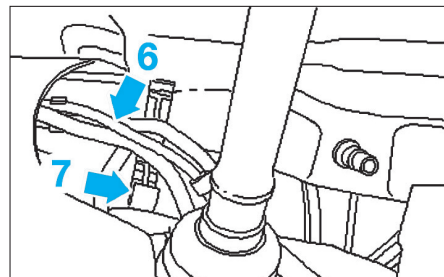

FIG. 116
- Ouvrir le support (7) des conduites hydrauliques (6) (Fig.116).